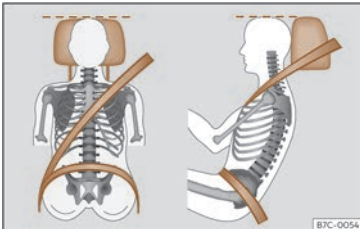

Abb. 14 Richtiger Gurtbandverlauf und richtige Kopfstützeinstellung.
- Kopfstütze so einstellen, dass die Oberkante der Kopfstütze sich möglichst auf einer Linie mit dem oberen Teil des Kopfs – jedoch nicht niedriger als Augenhöhe – befindet¹⁾. Den Hinterkopf so nah wie möglich an der Kopfstütze positionieren >>> (Abb. 14).
- Fahrersitz in Längsrichtung so einstellen, dass die Pedale mit leicht angewinkelten Beinen durchgetreten werden können und der Abstand zur Instrumententafel im Kniebereich mindestens 10 cm (4 Zoll) beträgt >>> (Abb. 14).